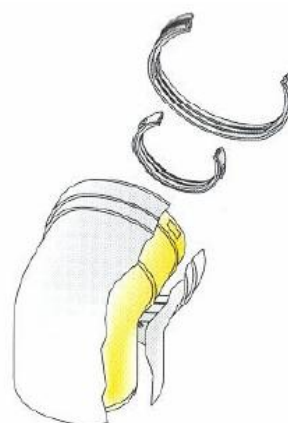

Рис. 9
- Дополнительные части горизонтального герметичного дымохода (Рис. 9)
a) Удлинитель дымохода L = 500 мм Ø80/125 мм (Рис. 9а) **(7006951236)**
- Удлинитель дымохода L = 1000 мм Ø 80/125 мм (Рис. 9а) **(7006951235)**
c) Колено 45° Ø 80/125 мм (Рис. 9с) **(7006951233)**